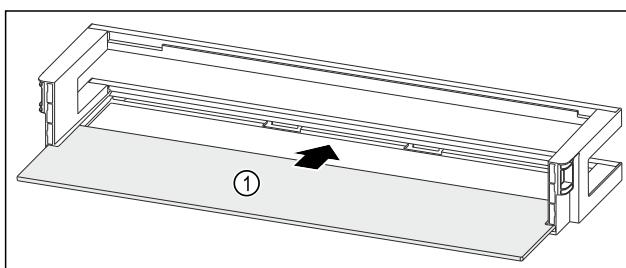

Fig. 134 Türabsteller mit Abstellfläche
- ▶ Abstellfläche Fig. 134 (1) in die seitlichen Aussparungen einschieben.